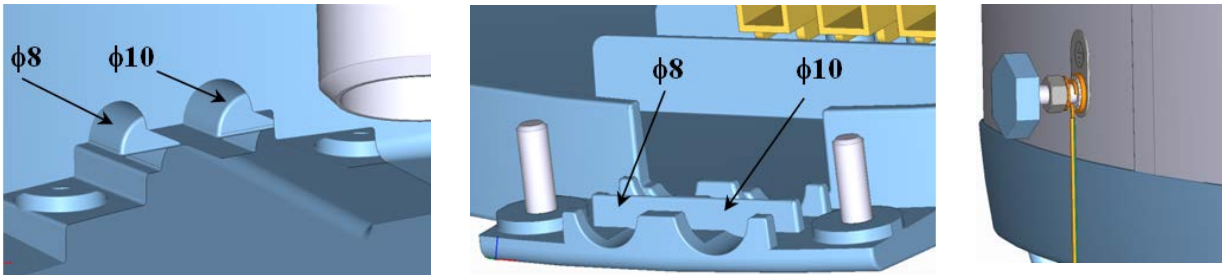
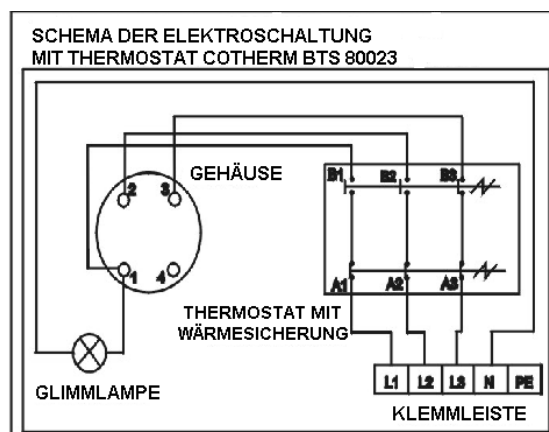

Bild 4
Bild 5
Der Anschluss der Warmwasserspeicher an die Wasserinstallationen ist auf dem Bild 4, Bild 5 dargestellt. Um den Warmwasserspeicher eventuellen abmontieren zu können, sind an den Brauchwasserzulauf und -auslass Verschraubungen Js 3/4" zu montieren. Das Sicherheitsventil wird an den mit dem blauen Ring gekennzeichneten Kaltwasserzulauf montiert.
- Das Schaltungsschema ist dem Warmwasserspeicher auf dem Deckel der Elektroinstallation beigelegt (siehe auch Bild 5).